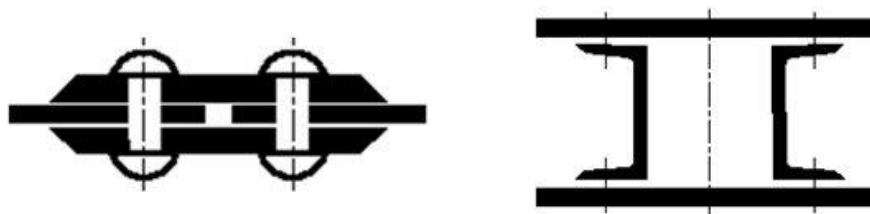

Рисунок 56 - Штриховка зачернением
8. Узкие площади сечений, ширина которых на чертеже менее 2 мм, допускается показывать зачерненными с оставлением просветов между смежными сечениями не менее 0,8 мм (рисунок 56).